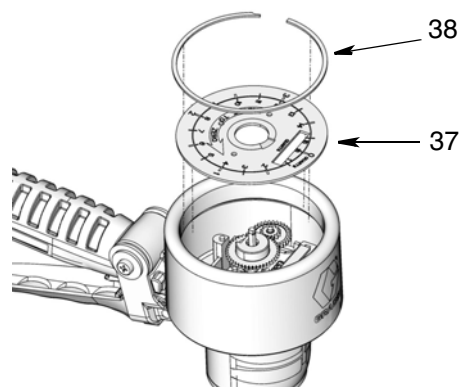

FIG. 17
5. Rimuovere la clip di fissaggio grande (38) e quindi il pannello della piastra frontale (37) (FIG. 17).